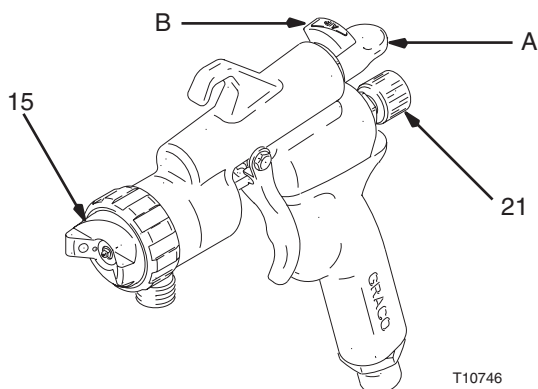

Рис. 6
Форма распыления и направление определяются ручкой-регулятором выбора формы (A), ручкой-регулятором жидкости (21), а также положениями воздушного наконечника (15). Рис. 6.
Регулятор воздуха (B) регулирует СУММАРНУЮ подачу воздуха на создание формы и на распыление. Рис. 6.